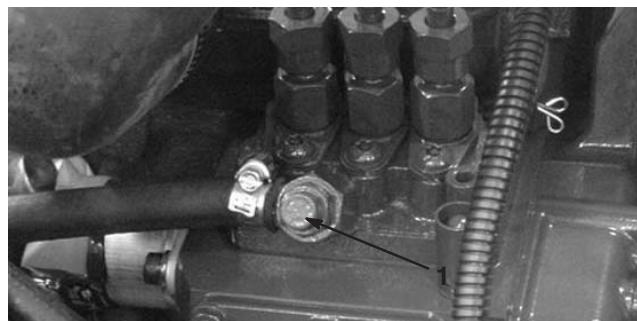

Bild 31
- Öffnen Sie die Entlüftungsschraube an der Kraftstoffeinspritzpumpe (Bild 31).